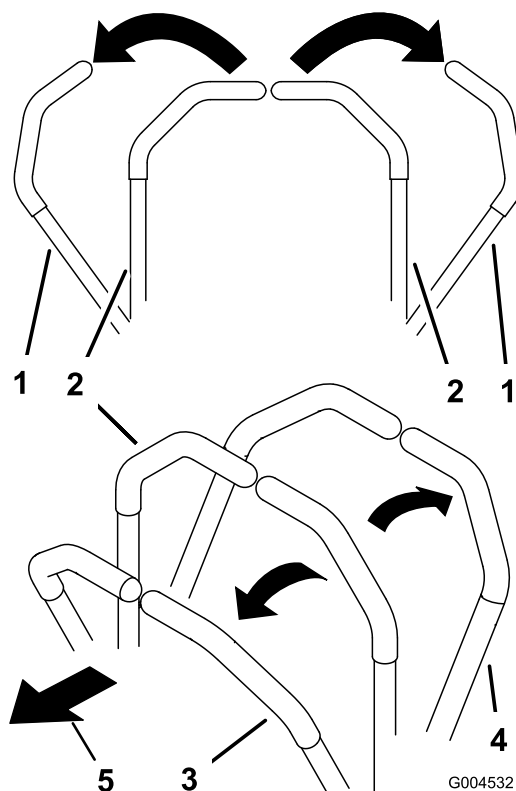

Figura 17
1. Mueva las palancas de control de movimiento hacia fuera (Figura 17) a la posición de bloqueo/punto muerto.
- Para ir hacia adelante en línea recta, empuje lentamente las palancas de control de movimiento hacia adelante (Figura 17).
- Para ir hacia atrás en línea recta, tire lentamente hacia atrás de las palancas de control de movimiento (Figura 17).
- Para girar, ralentice la máquina tirando hacia atrás de ambas palancas, y luego empuje hacia adelante la palanca del lado opuesto del sentido de giro (Figura 17).